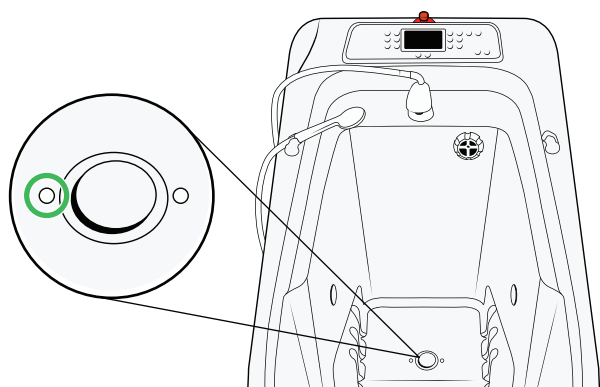

Figure 120
- Capteur de température au fond de la baignoire. Voir Figure 120.